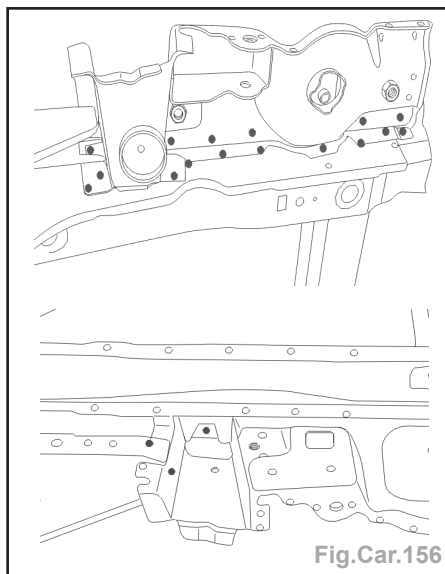

Fig.Car.156
- Soudé par points électriques (Fig.Car.156).